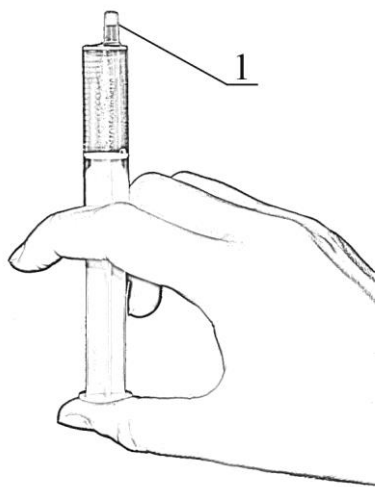

Рисунок 17 — Забор пробы
2.18.3 Для забора пробы удобно использовать шприц 3 объемом 5 см³ с иглой 7 (рисунок 1). Забор пробы следует производить, медленно перемещая поршень шприца до риски 4 см³. Затем перевернуть шприц иглой вверх и еще немного потянуть поршень вниз, чтобы освободить иглу от остатков пробы. Отсоединить иглу от шприца и сразу же присоединить ее к воздуховоду микрокомпрессора для продувки. Продолжая удерживать шприц вертикально, нужно стравить воздух так, чтобы граница жидкости 1 (рисунок 17) переместилась в конус шприца. Это позволит избежать пролива при вводе пробы в измерительную ячейку плотномера.